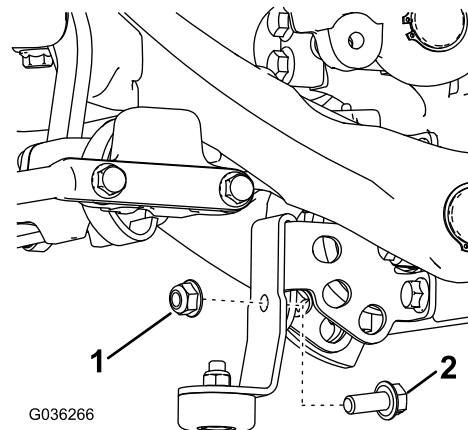

Bild 2
2. Schieben Sie die Anschlagbefestigung auf die Halterung der Gegengewichtbefestigung des Aufhängearms und befestigen sie mit einer Schraube (5/16) und Bundmutter (Bild 2).